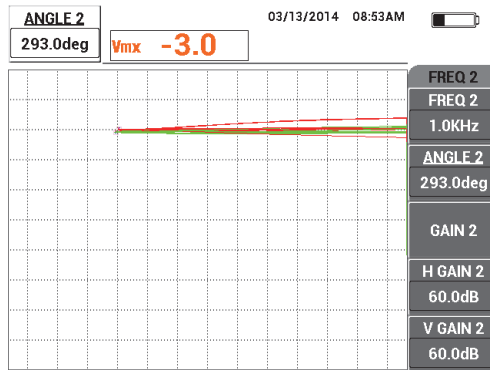

図 5-100 周波数 2 のリフトオフ信号の位相を調整する
5. 位置 1 にプローブを軽く接触させ続け、位相キー（）を 2 回押して位相 2 パラメーターを開き、画面の右側で周波数 1 の信号に重なるまで周波数 2 のリフトオフ信号の位相を調整します（201 ページの図 5-100 を参照）。